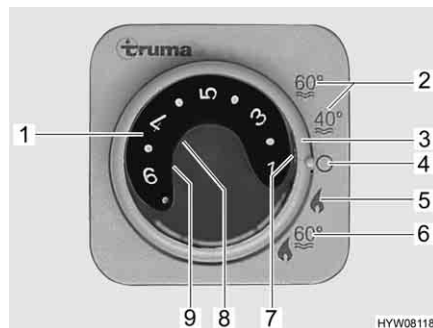

Fig. 193 Centralina di controllo per riscaldamento/boiler
- Impostare la modalità di funzionamento tramite l'interruttore girevole (Fig. 193,3).
A seconda della temperatura ambiente desiderata, il riscaldamento seleziona automaticamente il livello del bruciatore necessario. Al raggiungimento della temperatura ambiente desiderata, il bruciatore si spegne. Durante la modalità di funzionamento "Riscaldamento e boiler" (Fig. 193,6) è riscaldata anche l'acqua nel boiler. Nella modalità di funzionamento "Riscaldamento senza boiler" (Fig. 193,5) è possibile far funzionare il riscaldamento con il boiler vuoto.
- Impostare la manopola della temperatura (Fig. 193,1) sulla centralina di controllo scegliendo la potenza desiderata.
- Posizionare l'interruttore girevole (Fig. 193,3) su funzionamento invernale "Riscaldamento senza boiler" (Fig. 193,5) o "Riscaldamento e boiler" (Fig. 193,6).
Si accende la spia verde di controllo (Fig. 193,7).
- Posizionare l'interruttore girevole (Fig. 193,3) su "O" (Fig. 193,4).
La combinazione funzionamento a gas e funzionamento elettrico a 230 V diminuisce il tempo di riscaldamento del veicolo (è possibile solo se il riscaldamento viene impostato sulla centralina di controllo (Fig. 193) su funzionamento invernale).